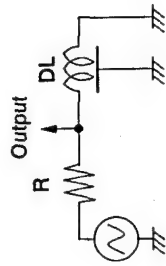

Fig. 3-11-3.
**3-11-4. Band-pass Filter (Fig. 3-11-3.)**